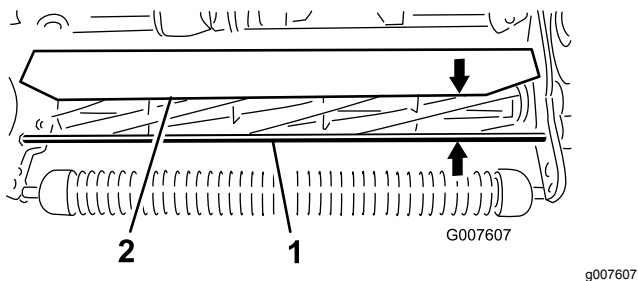

Figura 58
1. Mida la distancia desde la parte superior de la varilla de soporte delantera hasta el borde delantero del deflector en cada extremo de la unidad de corte (Figura 58).